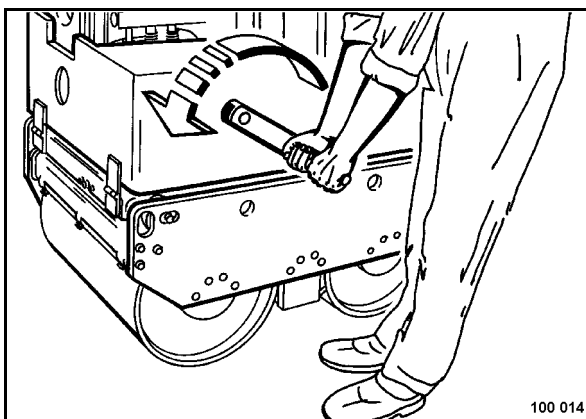

Рис. 23
- Занять правильное положение относительно машины и обратить внимание на правильное положение рук на пусковой рукоятке (Рис. 23).